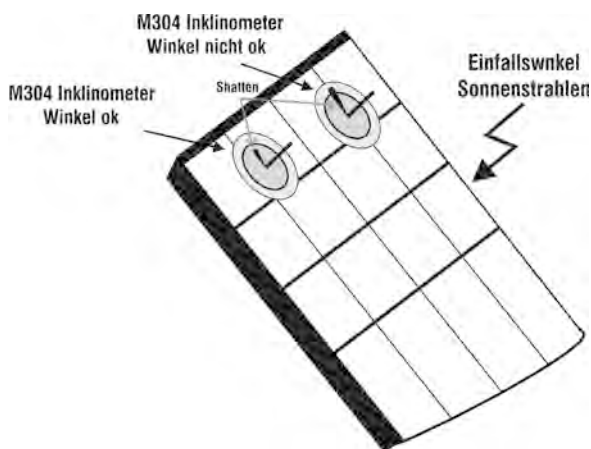

Abb. 8: Positionierung des Inklinometers M304
18. Stellen Sie den mitgelieferten Neigungsmesser M304 auf die PV Moduloberfläche. **Überprüfen Sie, ob der Schatten des Messstabes "nicht über den Rand des auf dem Neigungsmesser eingezeichneten Kreises hinausragt" (Abb. 8). Der Einfallswinkel der Sonnenstrahlen auf die PV Moduloberfläche würde sonst zu flach sein und nicht den normgerechten Testbedingungen der Solarmodul-Hersteller entsprechen. In diesem Fall ist keine Übereinstimmung der SOLAR I-Vw, SOLAR I-Ve Messdaten mit jenen des Herstellers zu erwarten. Die Messungen müssen folglich zu einer anderen Tageszeit vorgenommen werden.**